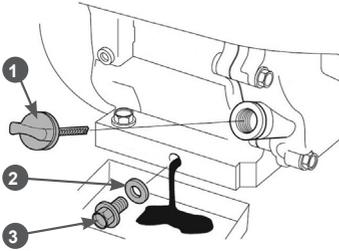

Рис. 13 Замена моторного масла
5. Осторожно открутите крышку-щуп 1 из маслосливной горловины, протрите её насухо и отложите в сторону (Рис. 13).
6. Открутите пробку для слива масла и слейте отработанное масло в подготовленную для этого емкость (Рис. 13).